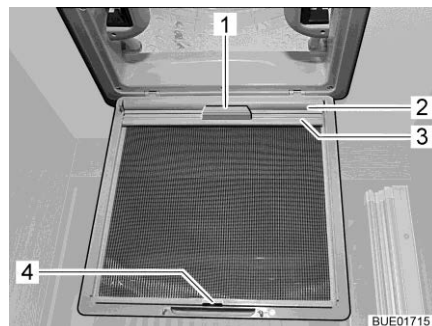

Bild 114 Mörklägningsrullgardin (taklucka)
- Drag ut mörklägningsrullgardinen (Bild 114,2) med handtaget (Bild 114,1) och haka i fästlisten (Bild 114,3) i kroken (Bild 114,4) på insektsskyddet.
- Lossa fästlisten (Bild 114,3) från kroken (Bild 114,4) och dra långsamt tillbaka mörklägningsrullgardinen (Bild 114,2) med handtaget (Bild 114,1).